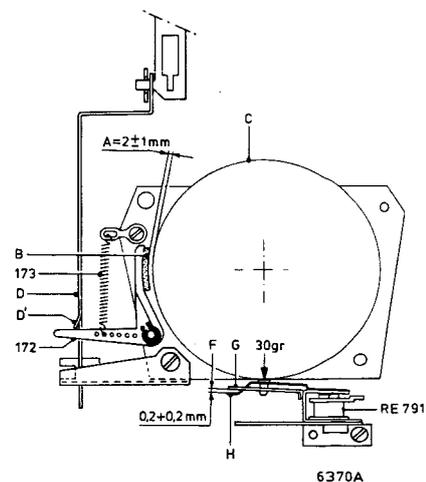

Fig. 40
Gegenfriktionsmoment des oberen Spulentellers (siehe Abb. 40)
l. Elektromagnet RE791 (Abb. 40)